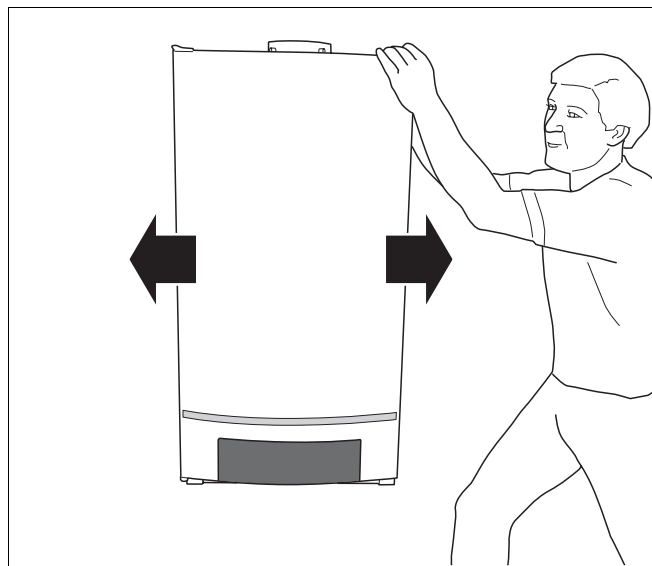

Fig. 8 Împingeți cazanul de încălzire
- Împingeți cazanul de încălzire în poziția corectă (Fig. 8).